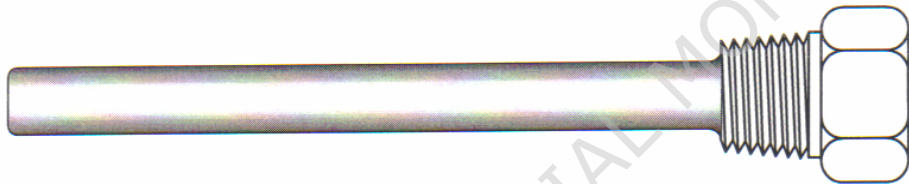

Fig. 8 TERMOPOZO
-Termopozo: es un receptáculo de forma tubular, a prueba de presión, diseñado para encerrar y proteger un elemento sensor de temperatura, provisto de rosca exterior u otro medio para conectarse al proceso en forma hermética. (Fig. 8).